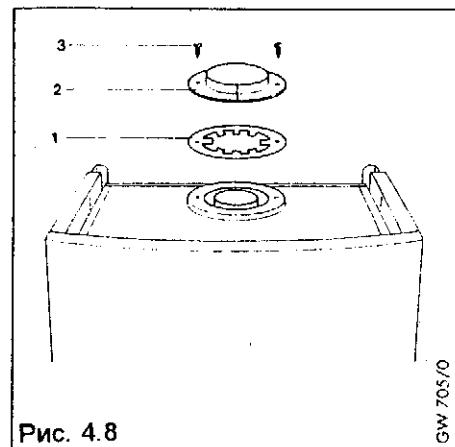

Рис. 4.8
Вывинтить оба шурупа (1, рис. 4.8) и снять половину кольца (2, рис. 4.8). Если это требуется, то вставить редукционное кольцо для отработанного газа.
**(Указание:** Для монтажа редукционного кольца газохода следует удалить обе половинки кольца. Редукционное кольцо должно быть установлено над газоотводным патрубком непосредственно под обеими половинами кольца (см. рис. 4.8). Одну половину кольца следует тотчас же вернуть на место).